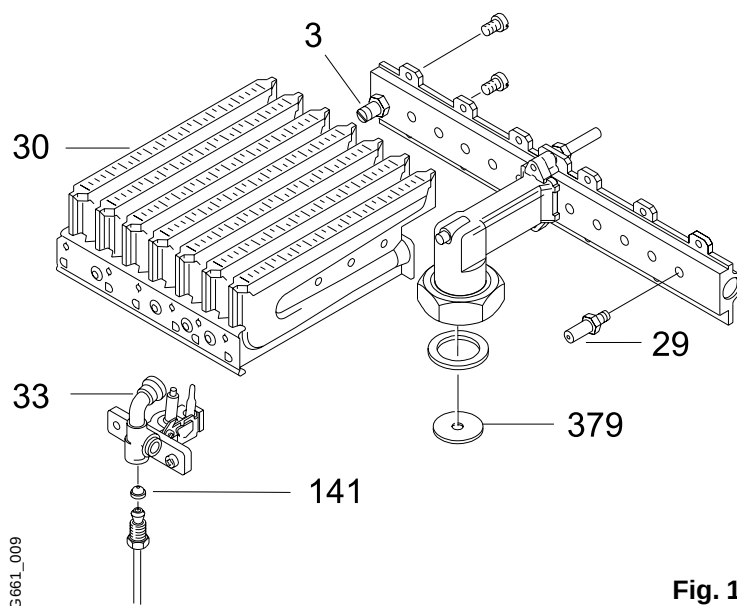

Fig. 12
2. Desserrer le brûleur (pos. 30, fig.12). Desserrer les groupes gauche et droit du brûleur et changer les injecteurs (pos. 29, fig. 12).
3. Changer le gicleur veilleuse (pos. 141, fig. 12).
5. Changer le diaphragme (pos. 379, fig. 12).